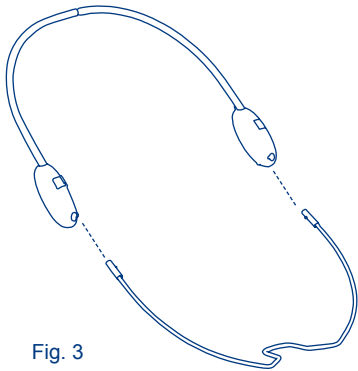

Fig. 3
- 3) • Insert the ends of the footrest wire into the corresponding holes on the backrest tube hubs until it snaps into place. (Fig. 3)
- Introduzca los extremos del alambre del reposapiés en los agujeros correspondientes de los cubos del tubo del respaldo hasta que se traben bien. (Fig. 3)
- Insérez les extrémités du cadre métallique dans les trous correspondants dans les embouts de tube du dossier jusqu'à ce qu'ils s'enclenchent en place. (Fig. 3)